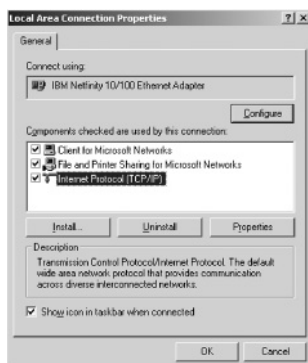

Рис. 6. Окно свойств подключения через локальную сеть
- Выберите *Internet Protocol* («протокол интернета») и щелкните по кнопке *Properties* (см. рис. 6).